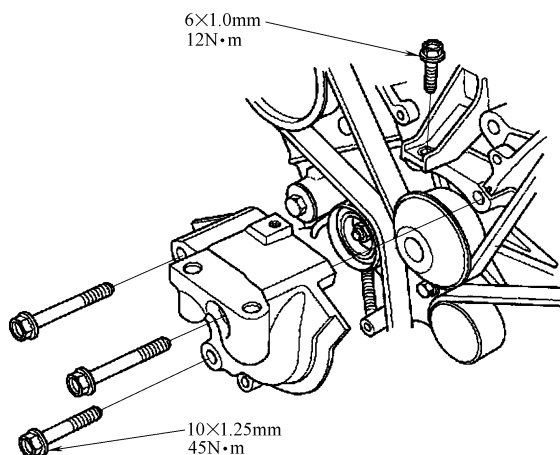

图 23-39 安装发动机侧支架下半部分
- 8) 按照图 23-39 所示, 安装发动机侧支架下半部分。